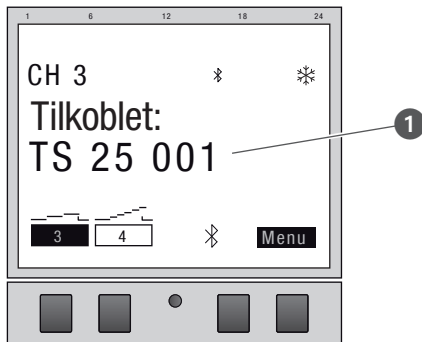

Fig. 24: Kanalutvidelse er koblet til fordelingstidsur
9. Kanalutvidelsen viser navnet på den tilkoblede enheten ved aktiv forbindelse (Fig. 24/1).